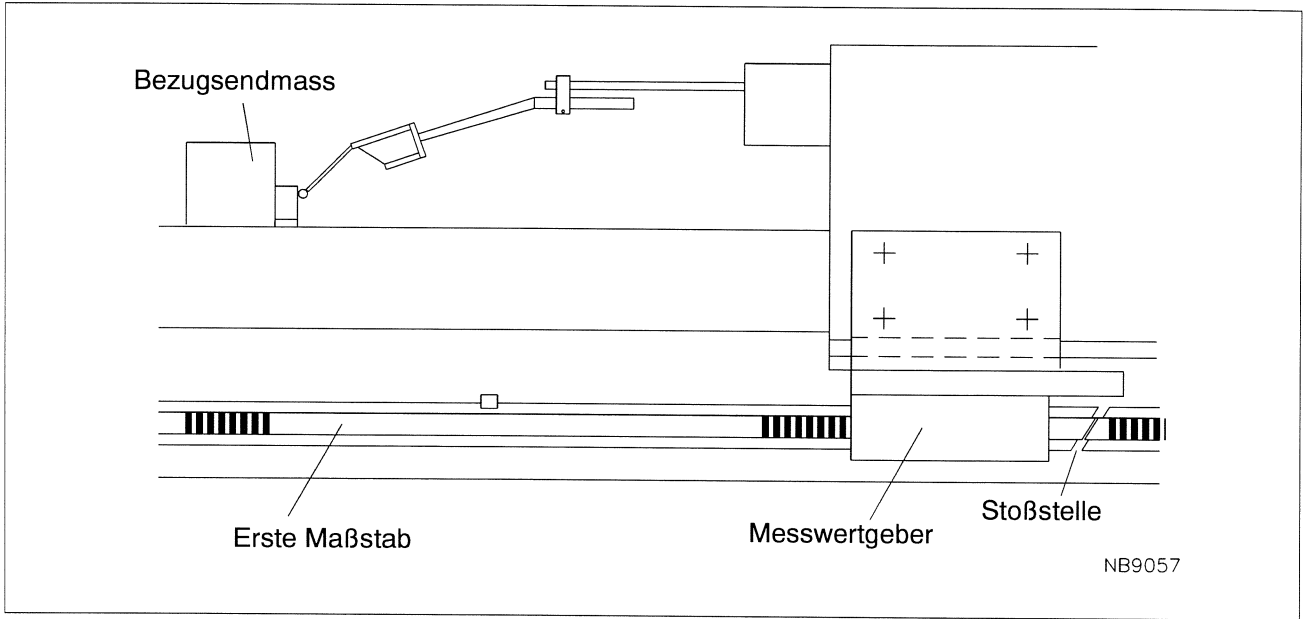

Fig. 29 Endgültige Justierung mit Hilfe von Endmaßen
- Den Schlitten nach links fahren zum Anfahren des Bezugsendmaßes und die Meßuhr auf Null setzen (Bild 29)
- Ein Bezugsendmaß und eine Meßuhr an die Werkzeugmaschine bzw. die Führungsschiene anbringen (Bild 29)